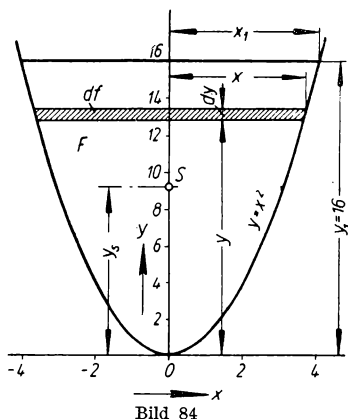

Bild 84
**223.** Wo liegt der Schwerpunkt der in Bild 84 dargestellten Parabelfläche in bezug auf die  $x$ -Achse?